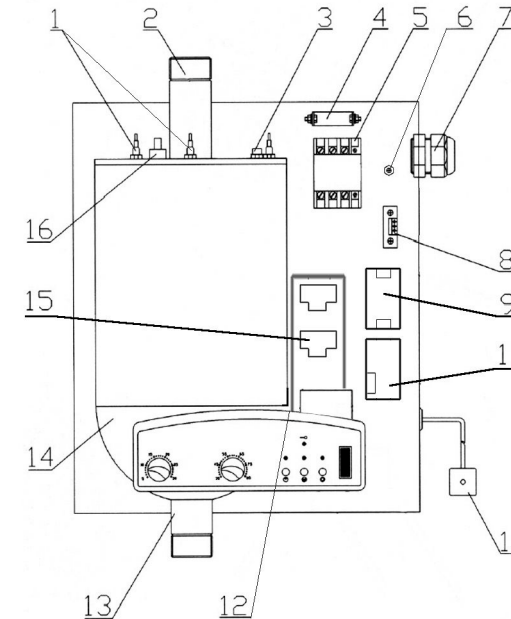

Рис.1. РусНИТ-205М, 206М, 207М, 208М, 209М.
5.1. Отопитель состоит из следующих основных частей: теплообменника (бака), элементов коммутации и электронных блоков (силового блока, блока питания и измерительного блока), (рис. 1).